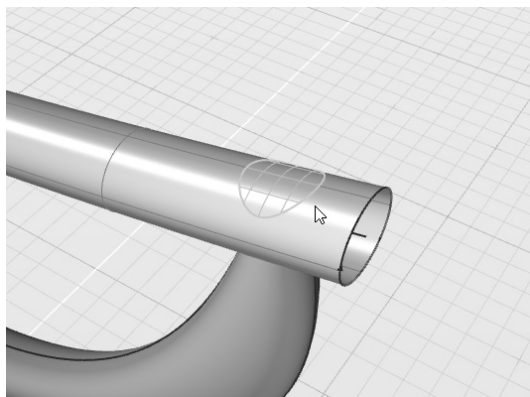

图 5-130 将修剪曲面补齐
- 2) 控制台提示“取边界曲线或曲面边界”时, 单击修剪曲面边界附近, 该工具可自动将曲面补齐, 如图 5-130 所示。